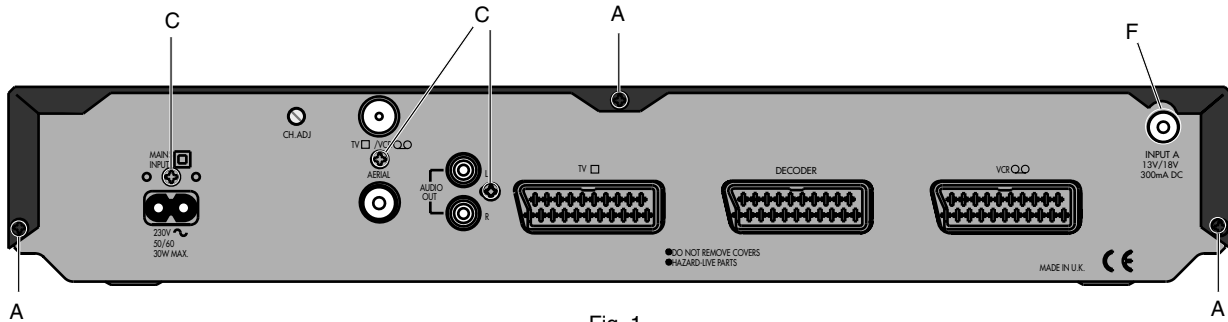

Fig. 1
- Dévisser les 3 vis **A** (Fig. 1).
- Undo 3 screws **A** (Fig. 1).
- Défaire les 3 vis **C** au dos de l'appareil (Fig. 1).
- Undo 3 screws **C** from the rear panel (Fig. 1).